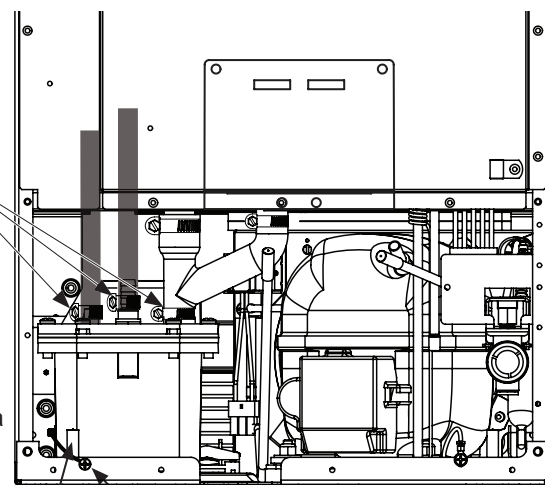

Figura 42
4. Desmonte las 3 abrazaderas de manguera y retire las 3 mangueras de la parte delantera de la bomba de drenaje (vea la Figura 42).
5. Desenrosque la pata niveladora de la esquina posterior hasta que el extremo de la parte roscada quede al ras con el inserto roscado de la base (vea la Figura 42).
6. Gire la bomba de drenaje y retírela de la máquina de hielo (vea la Figura 46). Probablemente sea necesario desconectar el cable de tierra de la pestaña posterior del gabinete (vea la Figura 42).